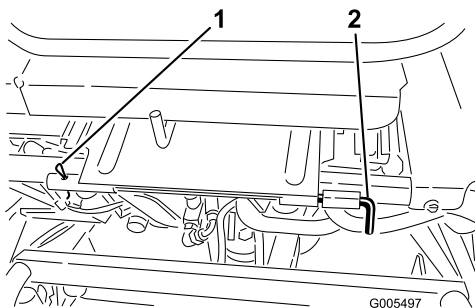

Figura 28
3. Baje el asiento y retire el pasador cilíndrico que fija la varilla de pivote del asiento al bastidor (Figura 28).